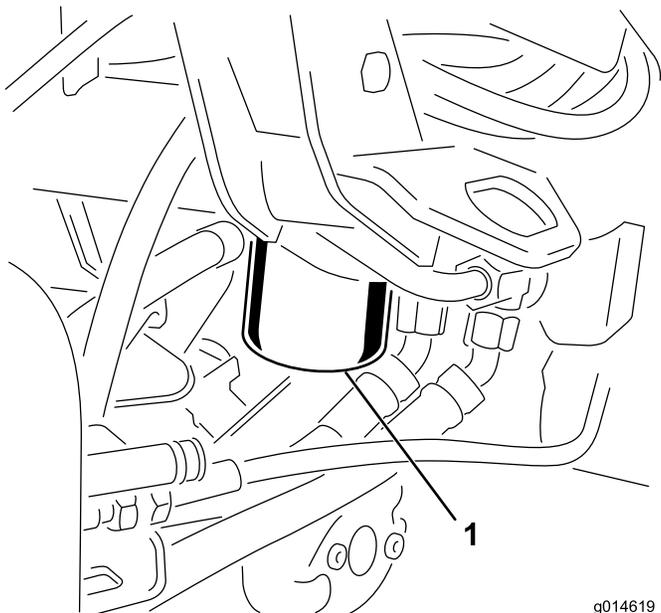

Рисунок 58
1. Очистите область вокруг места крепления фильтра (Рисунок 58). Поместите сливной поддон под фильтр, а затем снимите фильтр.